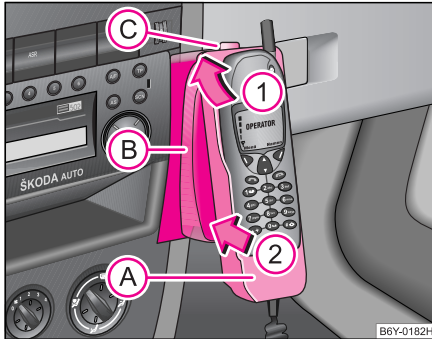

Abb. 97 Universal-Telefonanschluss
- Setzen Sie den Adapter ohne Telefon in die Halterung (B) zuerst in Pfeilrichtung (1) ⇒ Abb. 97 ein, bis der Adapter den Anschlag berührt. Drücken Sie dann den Adapter leicht in Pfeilrichtung (2), bis er einrastet.
- Setzen Sie das Telefon in den Adapter (A) (laut Anleitung des Herstellers) ein und schalten Sie die Zündung ein.